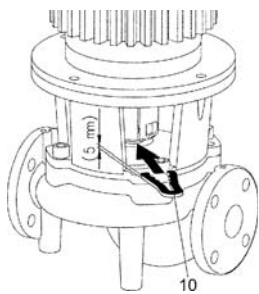

Fig. 19: Встановлення монтажної вилки
- Вставити монтажну вилку (Fig. 19, поз. 10) між тримачем і муфтою. Монтажну вилку слід вставити без зазору.